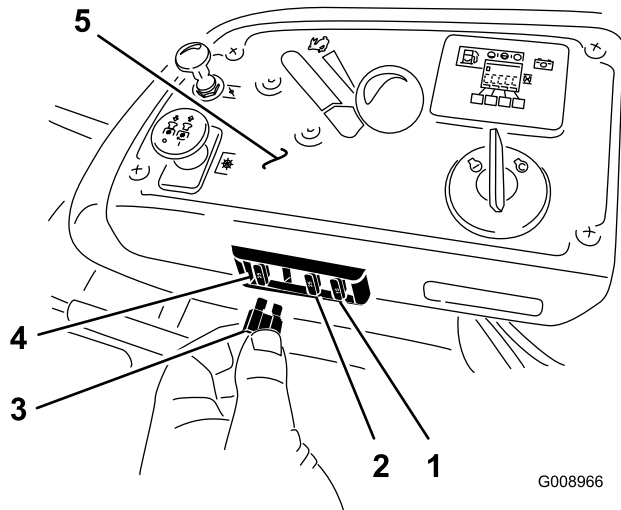

Figure 63
1. Les fusibles sont situés sur la console droite, près du siège (Figure 63).
3. Remplacez le fusible (Figure 63).